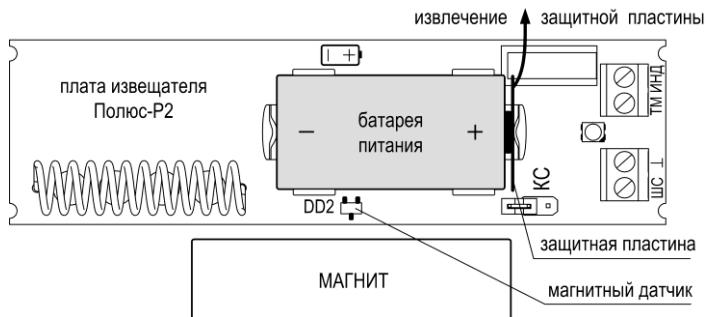

Рисунок 2.5 – Положение магнита при записи «Полюс-Р2» в память прибора
**Внимание!** При добавлении «Полюс-Р2» положите магнит возле встроенного магнитного датчика DD2 на плате извещателя (рис. 2.5). Иначе состояние магнитного датчика при работе извещателя не будет анализироваться.
Чтобы активировать встроенный магнитный датчик необходимо при регистрации извещателя (п.2.2, рис.2.5), вблизи датчика, расположить имеющийся в комплекте магнит. Иначе состояние магнитного датчика при работе извещателя не будет анализироваться.